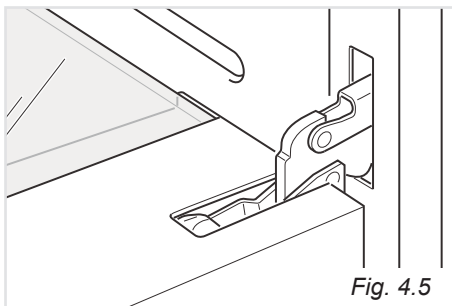

Fig. 4.5
- Aprire completamente la porta del forno (fig. 4.5).